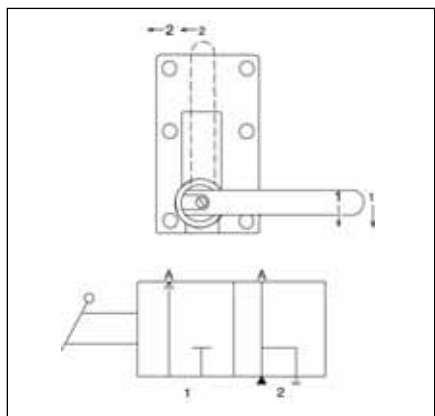

図7
1. 図7に示すように、バルブハンドルを1位置へ切り換えます。
- 必要に応じて、作動油を追加します。図7参照。